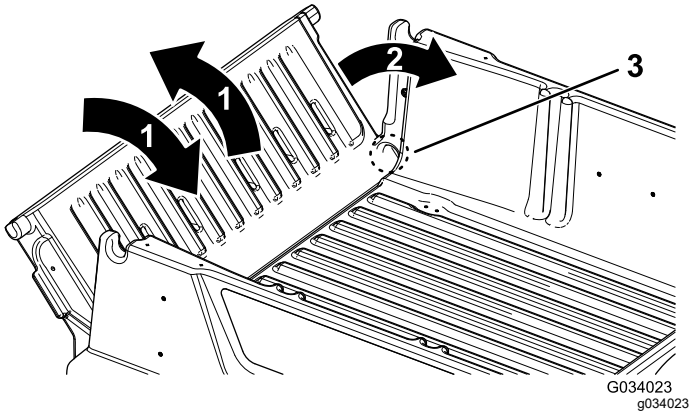

Figura 17
2. Gire el portón trasero a un ángulo de 45° aproximadamente (Figura 17).
3. Mueva el portón trasero varias veces hacia adelante y hacia atrás con breves sacudidas (Figura 17).